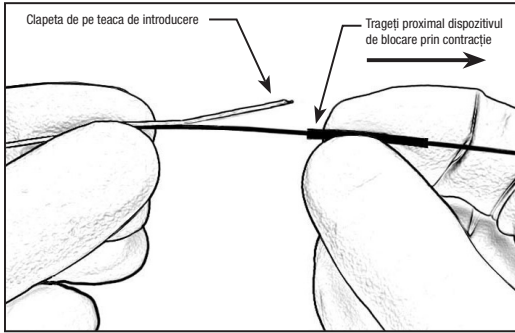

Figura 3 – Tragera proximală a dispozitivului de blocare prin contracție
17. Țineți dispozitivul imediat distal față de dispozitivul de blocare prin contracție și trageți dispozitivul de blocare prin contracție proximal pentru a expune clapeta de pe teaca de introducere. Consultați Figura 3.